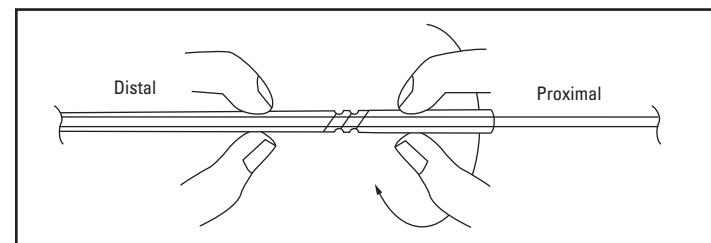

Abbildung 7. Verriegelung durch Rechtsdrehung
4. IDC Spirale nach dem Entriegeln vorsichtig 2 mm zur Spitze der Einführschleuse verschieben und anschließend Twist-Lock wieder verriegeln (Abbildung 7).
6. IDC Spirale durch leichten Druck auf beiden Seiten des Twist-Lock-Mechanismus der Einfürsleuse und Rechtsdrehung der proximalen Seite an ihrer Position verriegeln (Abbildung 7).